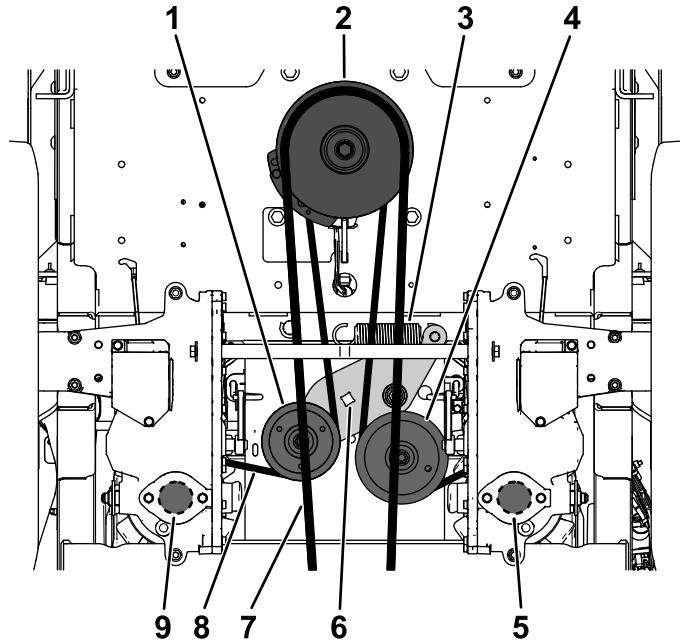

Figure 67
5. Insérez un rochet de $\frac{1}{2}$ pouce ou une poignée articulée dans les trous carrés du bras de la poulie de tension pour détendre le ressort de la poulie de tension (Figure 67).
6. Retirez la courroie existante de la poulie de tension, des 2 poulies d'entraînement de pompe hydraulique et de la poulie du moteur (Figure 67).
7. Chaussez la courroie neuve sur la poulie de tension, la poulie du moteur et les 2 poulies de la pompe hydraulique (Figure 67).